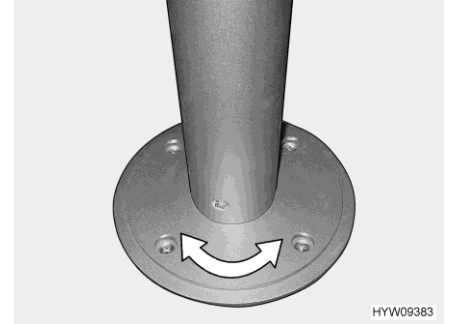

Fig. 64 Pied de table colonne (pivotant)
- Tourner le plateau de table dans la position désirée. Un certain effort est pour cela nécessaire car le plateau de table tourne dans le sens inverse de la résistance au frottement sur le pied de table colonne (Fig. 64).